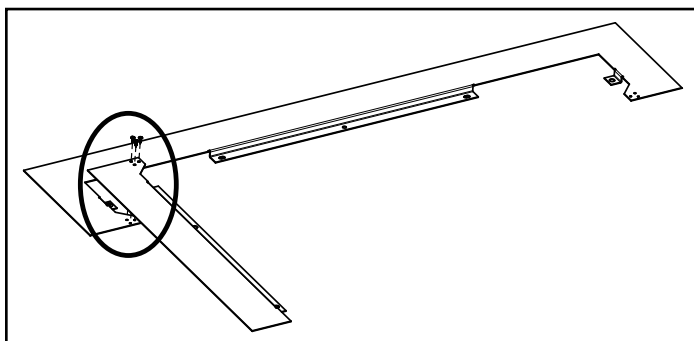

Figure 21.4
1. Alignez les trous de Extension Surround SR Côté et de l'Extension Surround Haut (**Figure 21.4**).
2. À l'aide d'un tournevis Cruciforme et de trois (3) #8 x 1/2 vis à tête Phillips; sécurisé Extension Surround SR Côté à l'Extension Surround Haut (**Figure 21.4**).